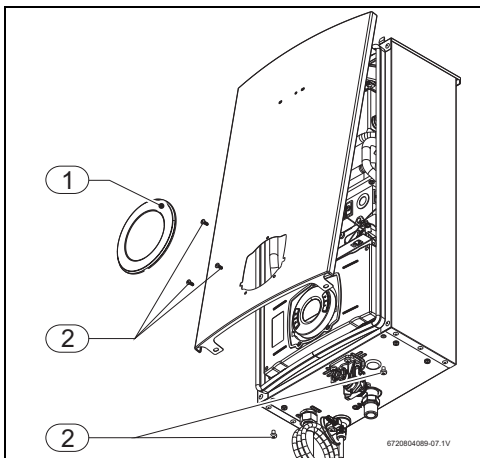

Fig. 18 Rimuovere il mantello frontale
- ▶ Rimuovere la finestrella di ispezione dell'apparecchio, per farlo è sufficiente tirarla leggermente verso di voi (Fig. 18, [1]).
- ▶ Svitare le 5 viti di fissaggio del mantello frontale (Fig. 18, [2]).